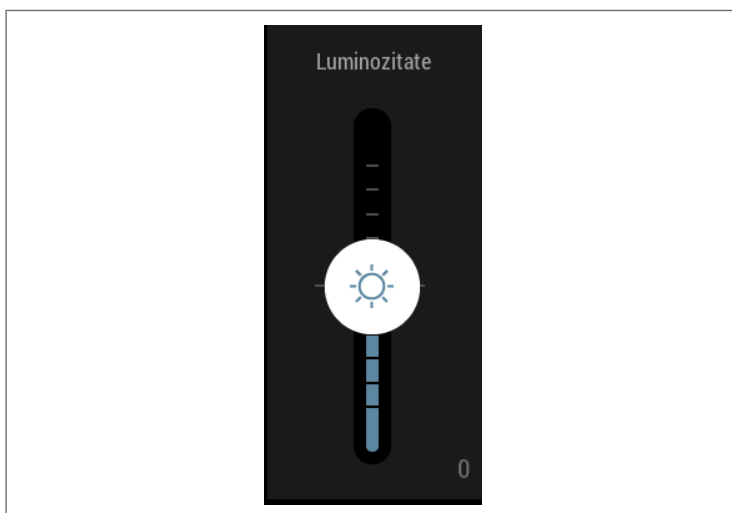

Figura 4.5
- Derulați glisorul din meniul Luminozitate pentru a seta nivelul luminozității la [0] (Figura 4.5).